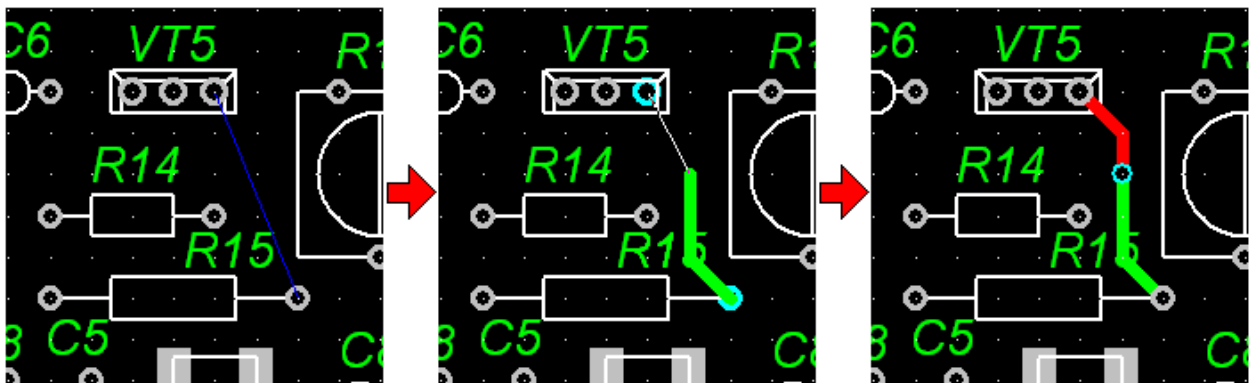

Рис. 3 Автоматический переход между сигнальными слоями
- для перехода с одного слоя на другой при проведении трассы можно просто переключиться на другой слой. При этом переходное отверстие (via) появится автоматически (рис. 3)